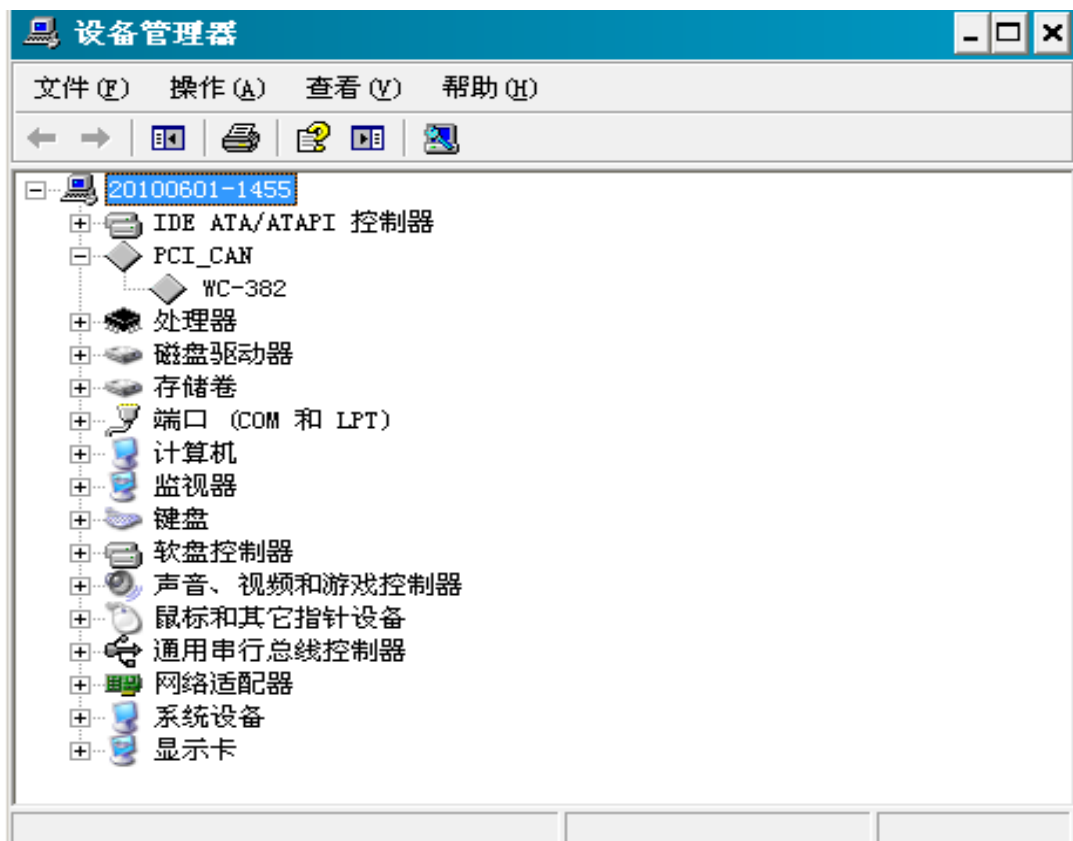

图 5
4、打开计算机的设备管理器可以看到增加了设备 WC-382 ，如图 5 所示。此时、驱动安装完成，可以正常使用 WC-382 扩展卡了。